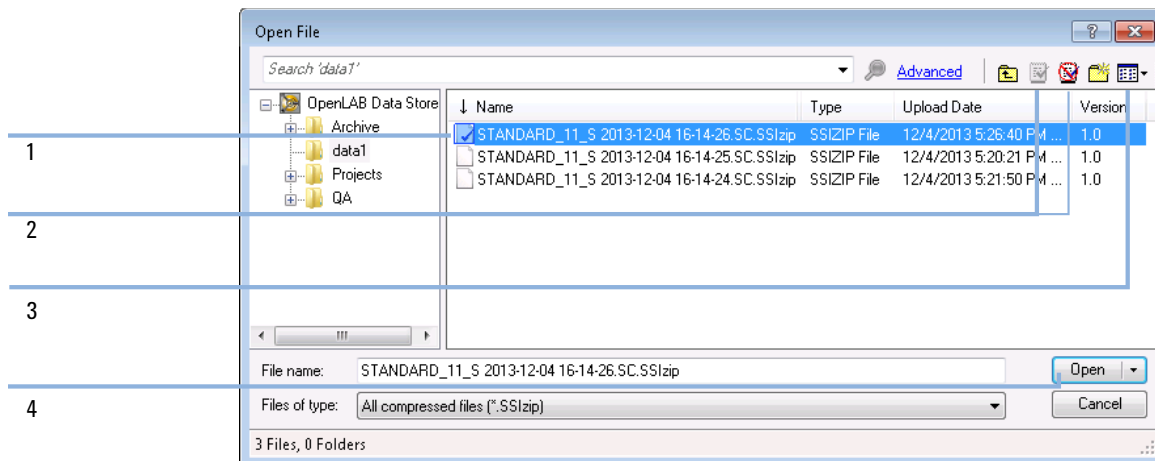
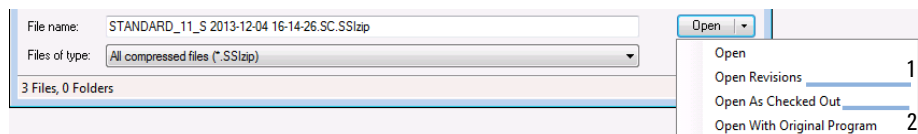
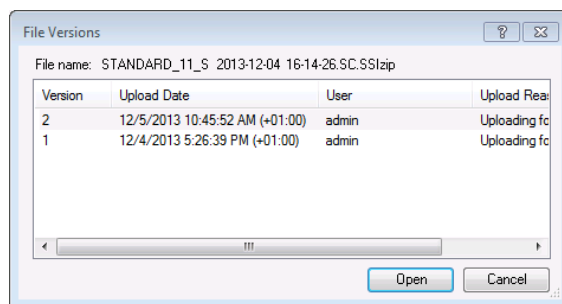

Figura 17 Cuadro de diálogo Abrir archivo de Data Store
Figura 18 Comando Abrir versiones
Figura 19 Cuadro de diálogo Versiones del archivo
Si el elemento se encuentra verificado, tendrá una marca con un icono azul o rojo (consulte Figura 17 en la página 57, marcador 1):
Para verificar o activar un elemento, use los iconos respectivos disponibles en el cuadro de diálogo Abrir (consulte Figura 17 en la página 57, marcador 2). Utilizando dichos iconos, solo puede verificar la última versión de un elemento.
Para obtener más información sobre el tipo y la versión de los elementos disponibles, seleccione la vista **Detail** (consulte Figura 17 en la página 57, marcador 3). Para abrir una versión anterior de un elemento, seleccione el comando **Open Revisions** en el menú **Open** (consulte Figura 18 en la página 58, marcador 1). De este modo, se abrirá el cuadro de diálogo **File Versions**, donde se enumeran todas las versiones disponibles del elemento (consulte Figura 19 en la página 58).
- 3 Seleccione **Open** en cualquier cuadro de diálogo para descargar el elemento en ChemStation. Para evitar que otros usuarios modifiquen el elemento, seleccione el comando **Open As Checked Out**. De esta manera el elemento queda marcado como comprobado en el sistema de almacenamiento centralizado (consulte Figura 17 en la página 57, marcador 2).